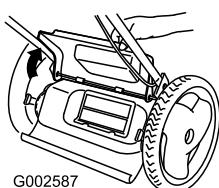

Figure 19
1. Levante y sujetete la puerta trasera (Figure 19).